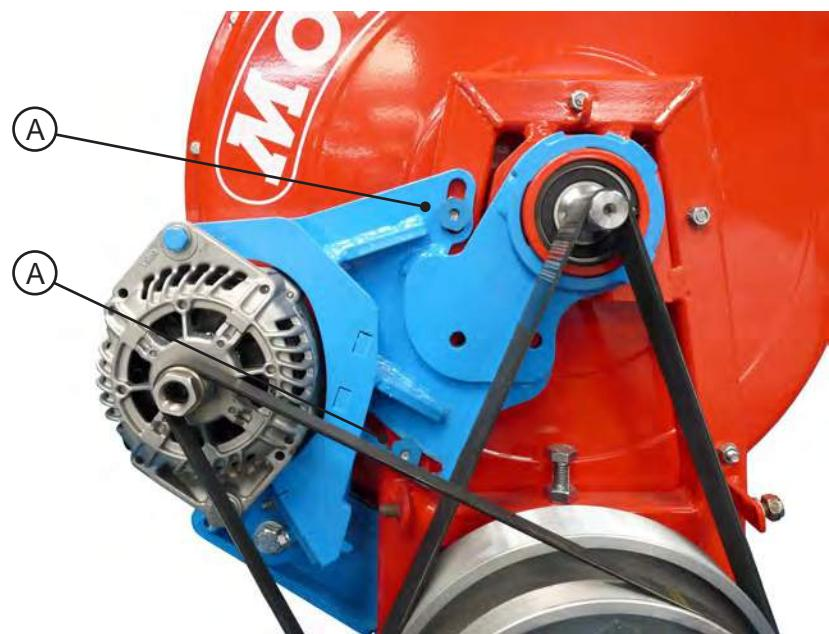

Fig.2
Avant chaque campagne, vérifier le serrage des vis (A , B & C - fig. 2 et 3).
- Desserrer les deux écrous arrière (A - fig. 2)
Before each season, check that the screws are tight (A, B & C fig 2 and 3).
- Unscrew the two rear nuts (A - fig. 2)
Antes de cada campaña, comprobar el apriete de los tornillos (A, B & C - fig. 2 y 3).
- Aflojar las dos tuercas traseras (A - fig. 2)
Prima di ogni campagna, controllare il serraggio delle viti (A, B & C - fig. 2 e 3).
- Allentare i due dadi posteriori (A - fig. 2)